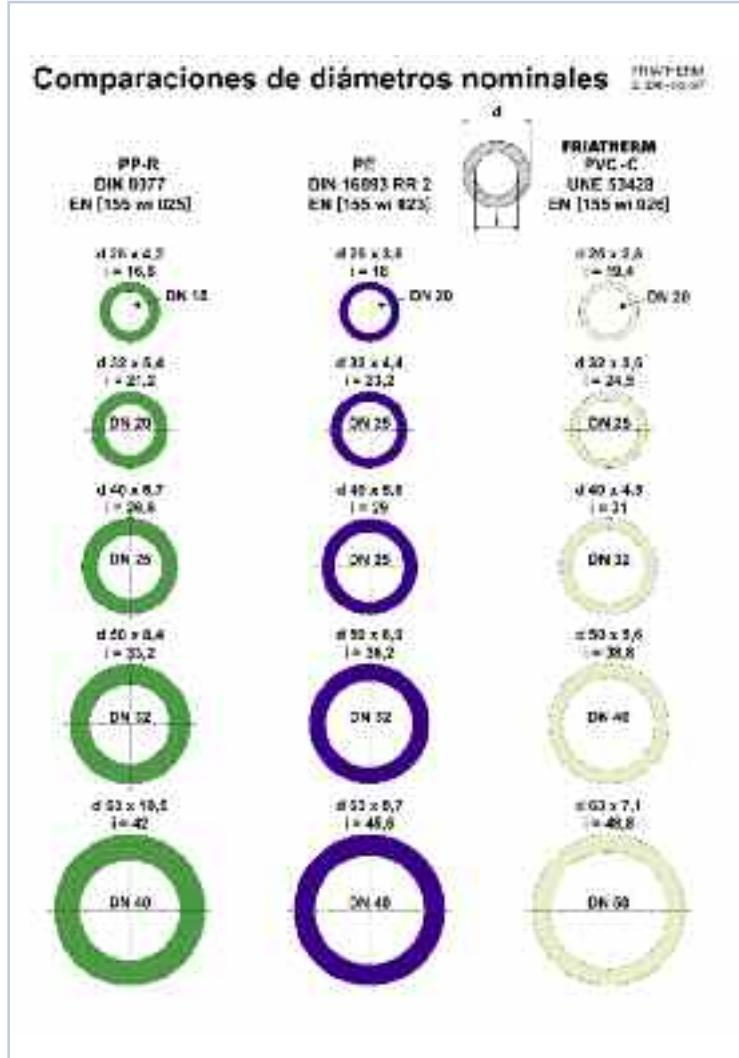

Figura 2
2. Bajo espesor de pared lo que hidráulicamente significa que para un diámetro exterior igual el CPVC tiene un diámetro interior mayor (ver Figura 2). Esto, a priori, puede parecer que tenga implicaciones sólo de cara al coste del material para el instalador (utilización de tubos, piezas, abrazaderas de menor diámetro exterior...) pero también las tiene de cara al diseño de la instalación y de su uso ya que las dimensiones de las bombas, las pérdidas de carga y el consumo energético son menores. Dicho ahorro lo podemos cuantificar mediante la siguiente relación:
Así, por ejemplo, un incremento en el diámetro de 100 mm a 108 mm reduce la pérdida de carga un 30% suponiendo un ahorro considerable en equipos y consumos. Ver Figura 2.